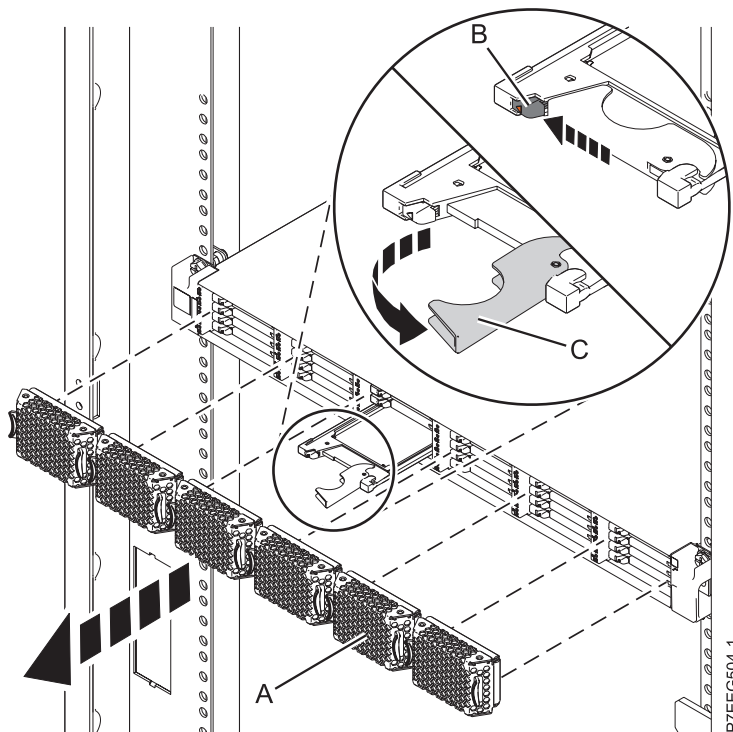

Figura 30. Extracción de la unidad de estado sólido de Alojamiento de almacenamiento PCIe de EDR1
1. Retire la placa frontal (A) que cubre la ranura que contiene la unidad de estado sólido.
2. Deslice suavemente el pestillo de liberación (B) por encima para desbloquear el asa de la unidad. Consulte Figura 30 en la página 50.